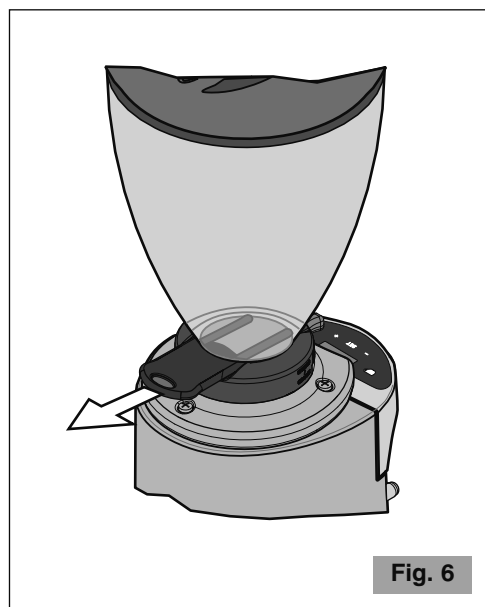

Fig. 6
**!** **Controlar que el obturador de la tolva esté completamente abierto hasta el final de la carrera (último clic) (véase Fig. 6).**